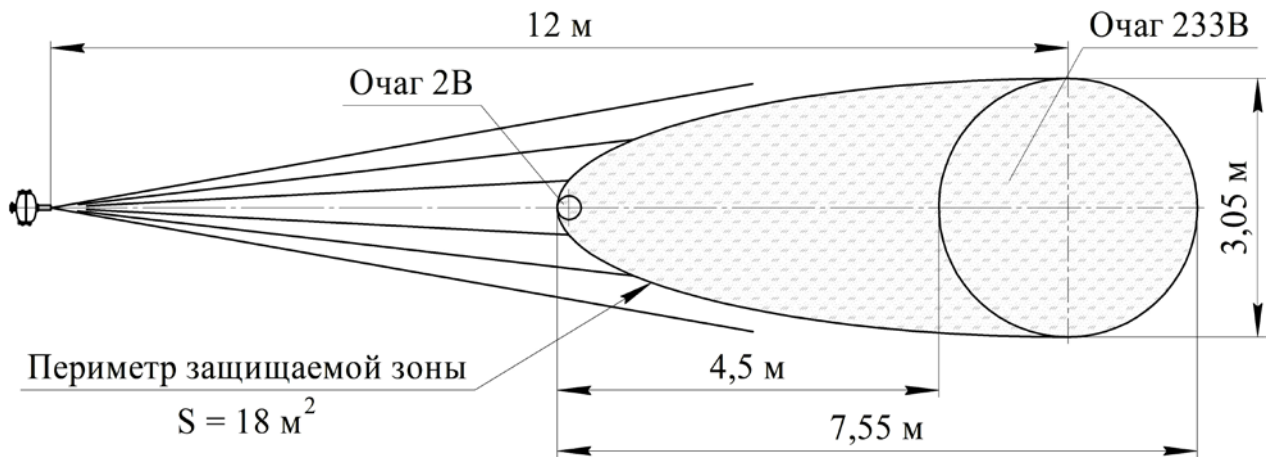

Рисунок 7
**МПП, установленный на высоте 1 м от поверхности пола с наклоном оси модуля 3° относительно горизонтальной плоскости насадком - распылителем вниз для локальной защиты объектов по площади (см. рисунок 7)**